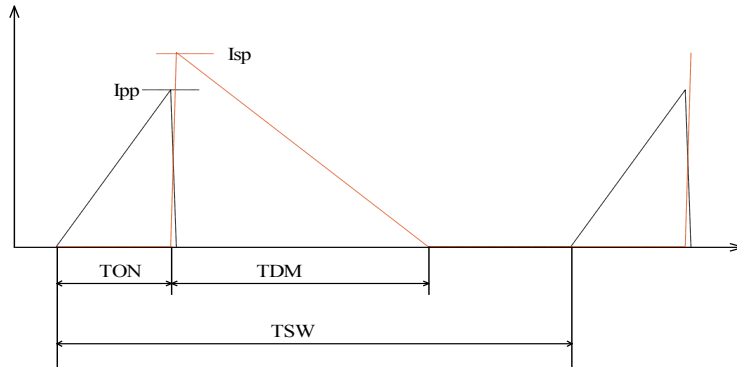

图 4 电流波形工作图
在 CC 模式工作下，CS 引脚的电流信息可以准确地调节次级平均电流。由于系统工作在 DCM 模式，参照下面的图 4，电流峰值 (I_{PP})，匝数比 (N_P/N_S)，次级退磁时间 (T_{DM})，和开关周期 (T_{SW}) 确定次级平均输出电流。忽略漏电感的影响，平均输出电流由方程 (3) 得到。在 CC 模式下，只要辅助绕组可以保持 VCC 高于 UVLO 关闭阈值，当平均输出电流达到规定的基准电流时，在任何低于目标输出电压下都是工作在频率调制模式 (FM) 下的。